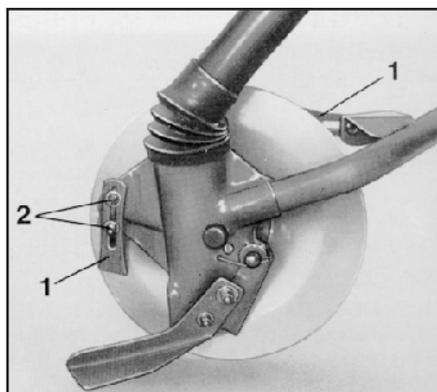

Рис. 7.2
**6. Скребки дисковых сошников:** Для очистки дисковых сошников от налипающей грязи на каждом сошнике имеется по два скребка (рис. 7.2/1), которые устанавливаются на заводе таким образом, что они скользят по наружной стороне диска, не затормаживая его. После длительной эксплуатации дискового сошника скребки могут изнашиваться. Скребок устанавливается при помощи винтов (рис. 7.2/2) таким образом, чтобы он, как описано выше, едва касался диска.